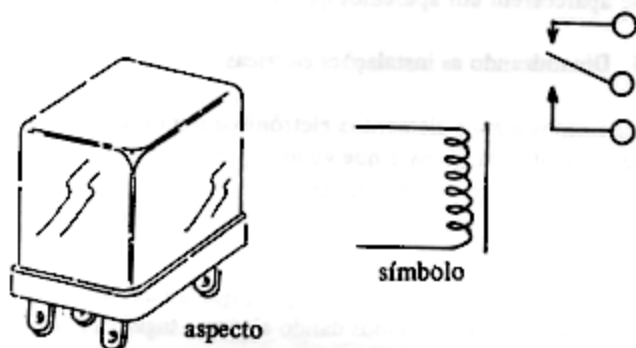

Figura 52
**Relês**—os relês são chaves eletromagnéticas, sendo formados por uma bobina e um conjunto de contactos, conforme mostra a figura 52.